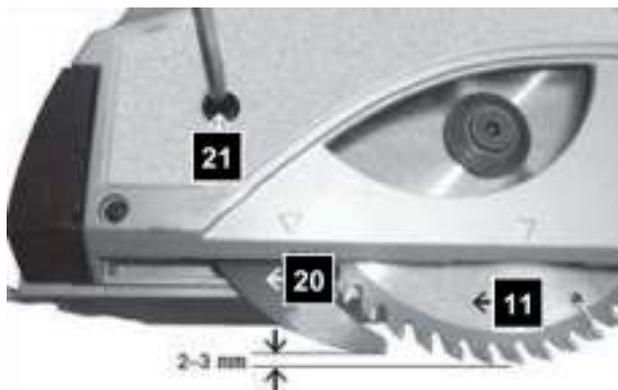

Рис. 8
При заглаблении пильного диска (поз. 11, Рис. 8) расклинватель (поз. 20, Рис. 8) заглабляется вместе с ним. При максимальном заглаблении пильного диска край расклинвателя должен не доходить до края диска 2-3 мм (Рис. 8).
- ослабить винт крепления расклинвателя (поз. 21, Рис. 8)
- зафиксировать расклинватель винтом (поз. 21, Рис. 8)